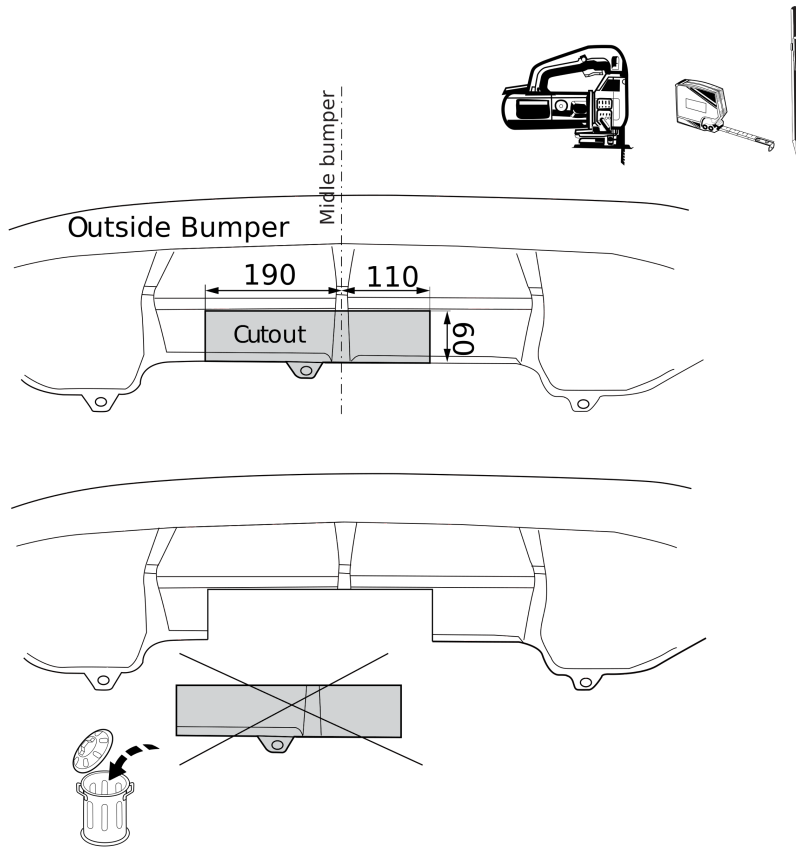

Fig. 4
11. Выпилить часть из бампера в середине снизу, как указано на рис. 4.